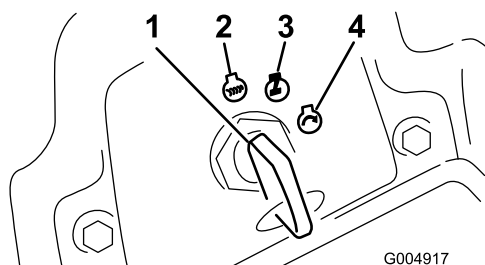

Figure 16
5. Tournez la clé dans le sens horaire en position Contact (Figure 16).
2. Tournez la clé de contact à la position Arrêt (Figure 16). Attendez l'arrêt de toutes les pièces mobiles avant de quitter la position d'utilisation.